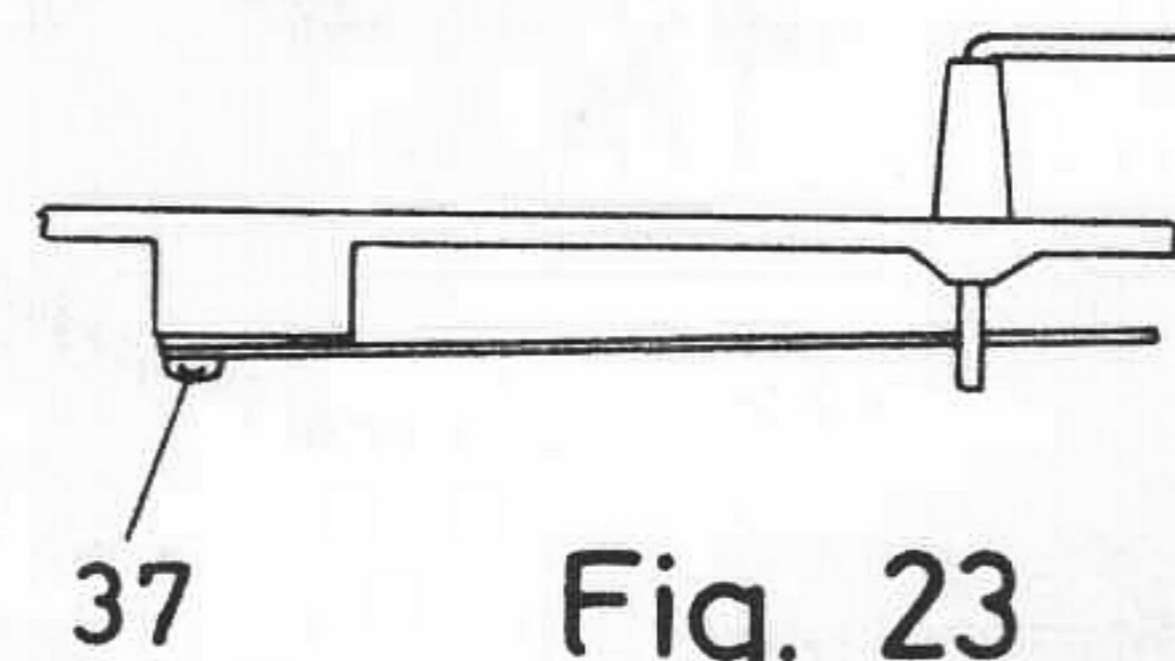

Fig. 23
16. Justering av tonarmens höj- och sänkhastighet. Fig. 23.